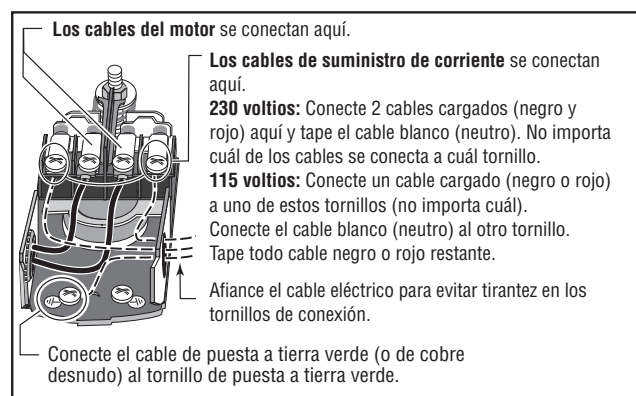

Figura 8: Cableado del manóstat
1. Conecte el hilo de puesta a tierra primero según se ilustra en la Figura 8. El hilo de puesta a tierra debe ser un hilo de cobre macizo por lo menos del mismo tamaño que los hilos de suministro de corriente eléctrica.
4. Conecte los hilos de suministro de corriente al manóstató según se ilustra en la Figura 8, en la página 27.